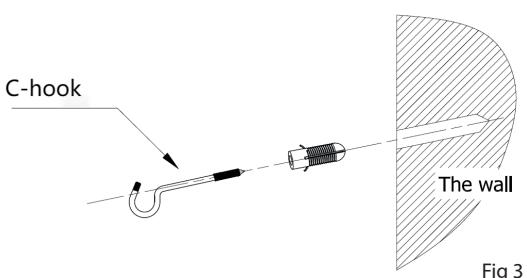

Fig 3
2. Coloque 2 tubos de expansión en los orificios y, a continuación, fije las 2 "fijaciones exteriores" en la pared con los tornillos de gancho en C. Consulte la Fig. 3.